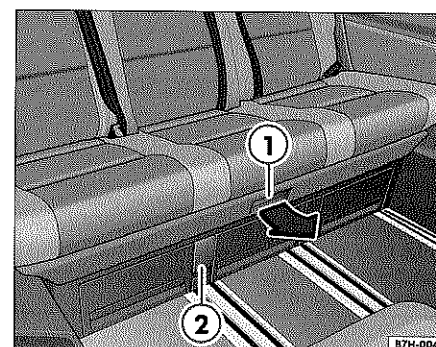

Fig. 68 Asiento de varias plazas: mandos
- Tire de la palanca completamente hacia fuera ⇒ fig. 68 ①.
- Compruebe que la palanca ① ha vuelto a su posición original y que la marca roja de la misma no queda visible.
- Procure desplazar, desmontar y montar el asiento cuando el vehículo se encuentre detenido en un terreno llano y no en una pendiente pronunciada. En una pendiente pronunciada el asiento podría desplazarse por sí mismo en cuanto se accionase la palanca ⇒ página 81, fig. 68 ②, con el consiguiente peligro de provocar lesiones.